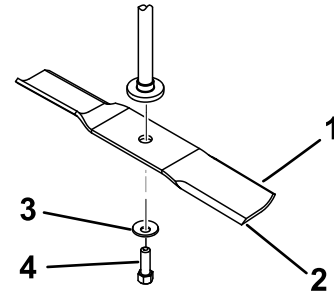

Figure 53
Tenez la lame par son extrémité avec un chiffon ou un gant épais. Enlevez de l'axe, le boulon, la rondelle bombée et la lame (Figure 53).
1. Placez la lame sur l'axe (Figure 53).
- Montez la rondelle bombée (face concave vers la lame) et le boulon de lame (Figure 53).